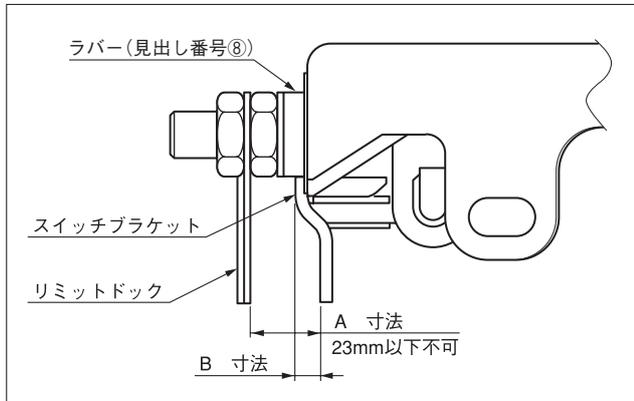
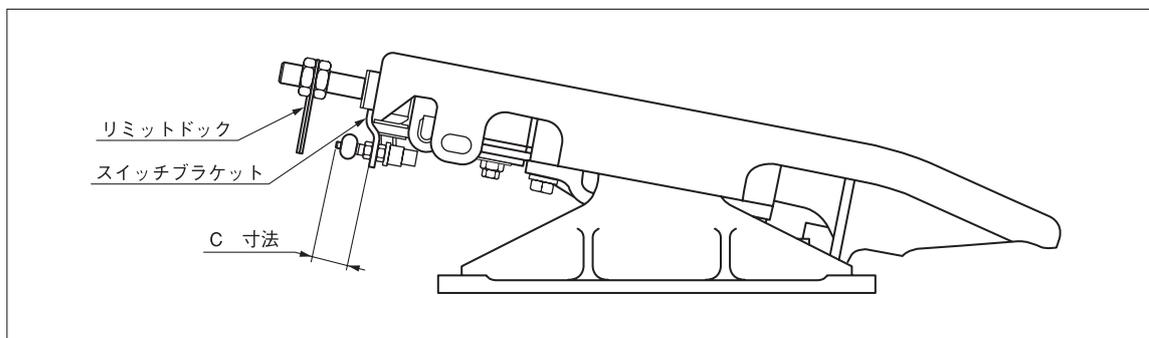

図 35 ジョーが閉じている状態
図 36 ジョーが開いている状態
- (3) 押し面の清掃後、スイッチブラケットとリミットドック間の A 寸法及び B 寸法を確認して下さい。A 寸法が 23mm 以下の場合にはスイッチ破損に繋がります。カプラ前縁のラバーが極度に劣化している場合は交換。もしくはリミットドックを修正して下さい。(図 35 参照)
ジョーを開いて、図36のC寸法を図35のA寸法に5~6mm足した寸法となるようにスイッチのナットを調整してスイッチをスイッチブラケットに組付けて下さい。
ジョーを開いて図36のC寸法を計測して下さい。
ジョーを閉じて、図35のA寸法が図36のC寸法より5~6mm少なくなるようにリミットドックを修正して下さい。